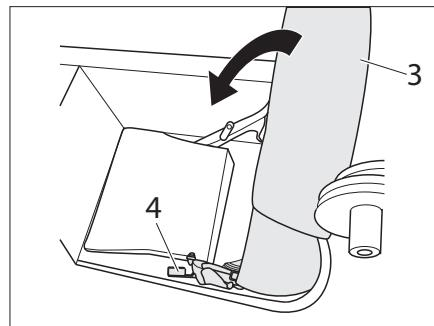

Fig. 225 Mueva el respaldo del asiento hacia atrás en la caja de almacenamiento
- Accionar la palanca 2 (Fig. 225,4) y mover el respaldo del asiento (Fig. 225,3) en la caja de almacenamiento.